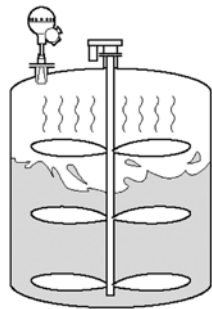

Рис. 9.
**Пример 2 (рис.9).** Благодаря высокой чувствительности и усовершенствованной обработке эхо-сигналов, уровнемеры 5600 могут использоваться для измерений уровня в технологических резервуарах с мешалками. Помехи от возмущений, создаваемых мешалками, будут успешно отфильтрованы программным обеспечением уровнемера.